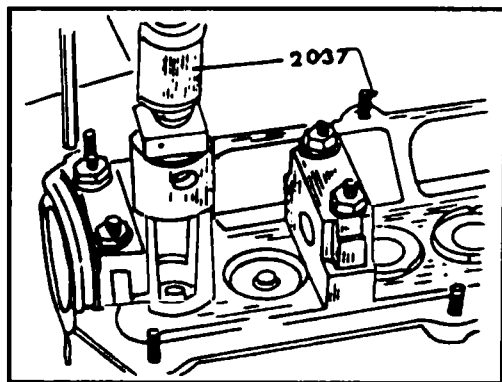

Рис. 2.10 Демонтаж клапанов с помощью специального приспособления фирмы VW
Рекомендованное приспособление для снятия и установки клапанов имеет № 2037. Это приспособление устанавливается на головке блока цилиндров (см. рис. 2.10), и служит для сжатия клапанных пружин при рассухаривании клапанов. Плунжер приспособления должен иметь наружный диаметр немного меньше, чем диаметр отверстия для толкателя, так как в противном случае нельзя будет сжать пружину клапана. Сжимайте пружины ровно настолько, чтобы можно было вынуть сухари.
- ♦ Обильно смажьте моторным маслом толкатели, установите их в отверстия в соответствии с ранее нанесенными метками на внутренних стенках (если используете старые) и закрепите верхние тарелки на штоках клапанов (см. рис. 2.10).